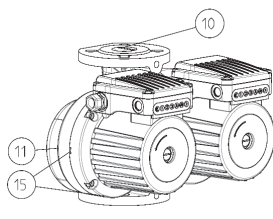

Fig.2
- Pompele GHND (basic, auto), GHNDM (basic, auto) au carcasă hidraulică dublă (Fig.2 – POS.11), aici este înglobată o clapă oscilantă (Fig.2 – POS.10), care basculează automat, depinzând de direcția debitului uneia sau celeilalte pompe.